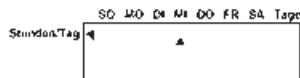

Abb.12
- Drücken Sie **↓↑** bis der aktuelle Tag im Display erscheint (Abb. 12).